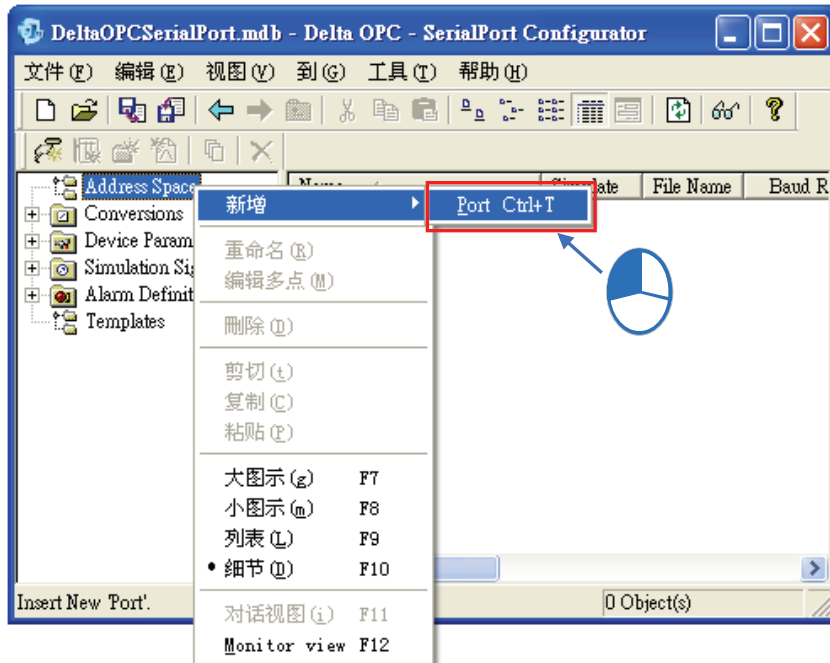

图 3-4 新增 Port
Port用于设置连接PLC的通讯格式，欲新增Port时，请先单击在项目树的**Address Space**项目上，右击鼠标，在快捷选项中单击**新增 > Port**，如图 3-4；也可按下图标工具栏的图标，或是菜单工具栏的**编辑 (E) > 新增 > Port**。